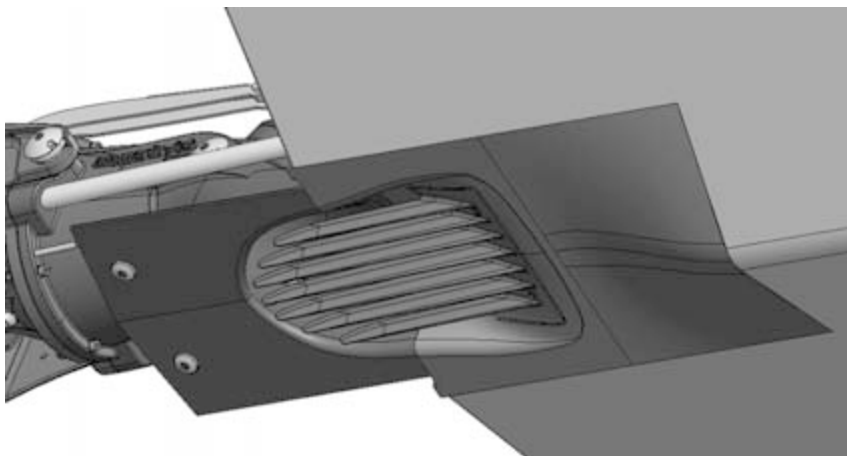

Рисунок 33. Проверка гребенки для травы на наличие закупорок
2. Осмотрите гребенку для травы (рис.33).